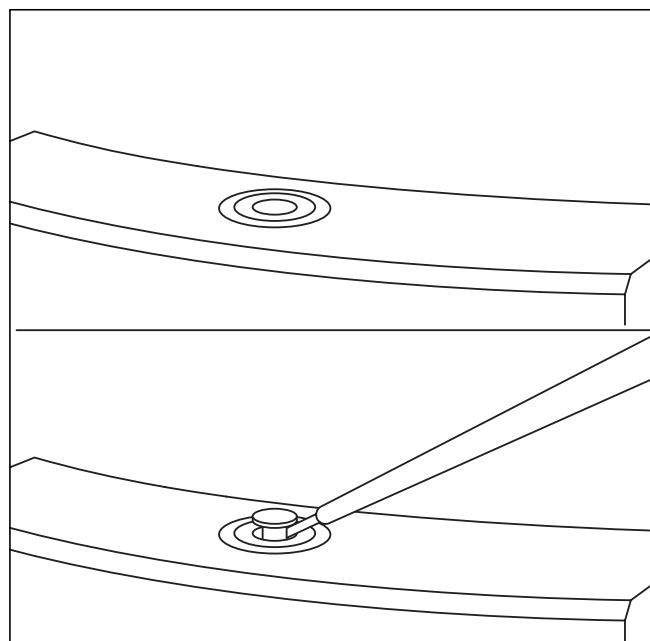

Рис. 7.7 Удаление колпачка
- Для удаления электрокоробки разблокируйте черный колпачок (см. рис. 7.7) при помощи отвертки и извлеките его.